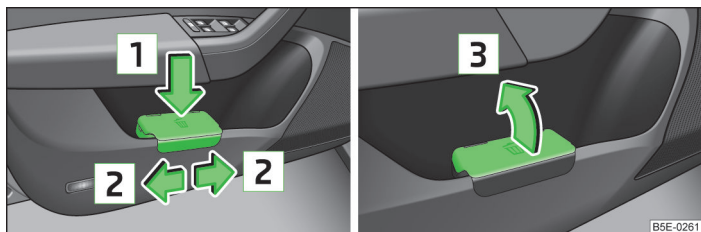

Fig. 67 Portarifiuti / Apertura portarifiuti
- Premere il portarifiuti nell'area posteriore in direzione della freccia 1 » fig. 67.
- Estrarre il portarifiuti in direzione opposta a quella indicata dalla freccia 1 » fig. 67.
- Aprire il portarifiuti nella direzione indicata dalla freccia 3 » fig. 67.